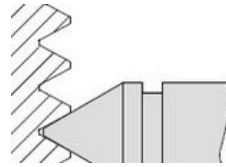

Figura 2
4. La rosca interior M12 se ha realizado con una tolerancia 6H. El operario de verificación obtiene una medida de 10,504mm utilizando un micrómetro de roscas en el que se acoplan los palpadores adecuados tal como aparece en la figura 2 .